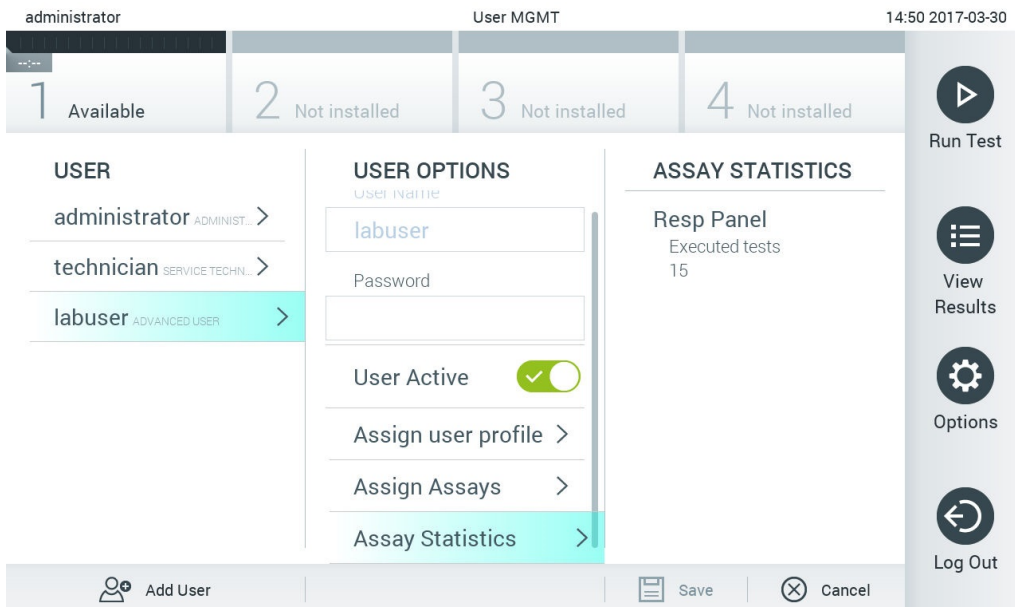

図 62. アッセイの統計を表示。
- Assay Statistics（アッセイの統計）：選択したユーザーがアッセイを実行した回数を表示します（図 62）。